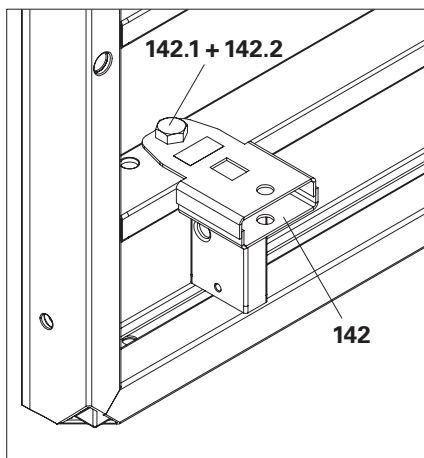

Fig. C1.04
2. Fissare 2 adattatori morsa MX/TR-SRU (**142**) alla cassaforma con bulloni ISO 4014 M24 x 80-8.8 (**142.1**) e dadi ISO 4032 M24-8 (**142.2**). (Fig. C1.04)